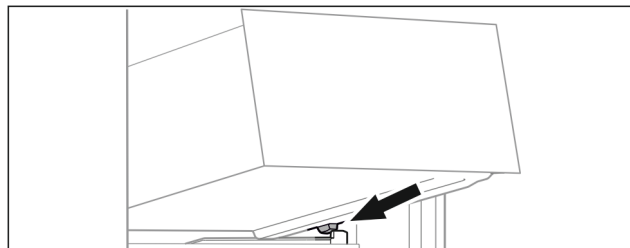

Fig. 134
- Helyezze a fiókot ferdén az ütközők mögé, a tartó bordára. (lásd Fig. 134)